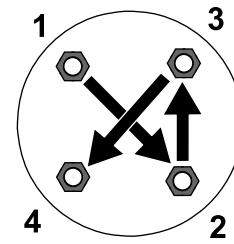

Figura 5
2. Aperte as porcas das rodas (num padrão cruzado como se mostra na Figura 5) com 108 a 122 N m.